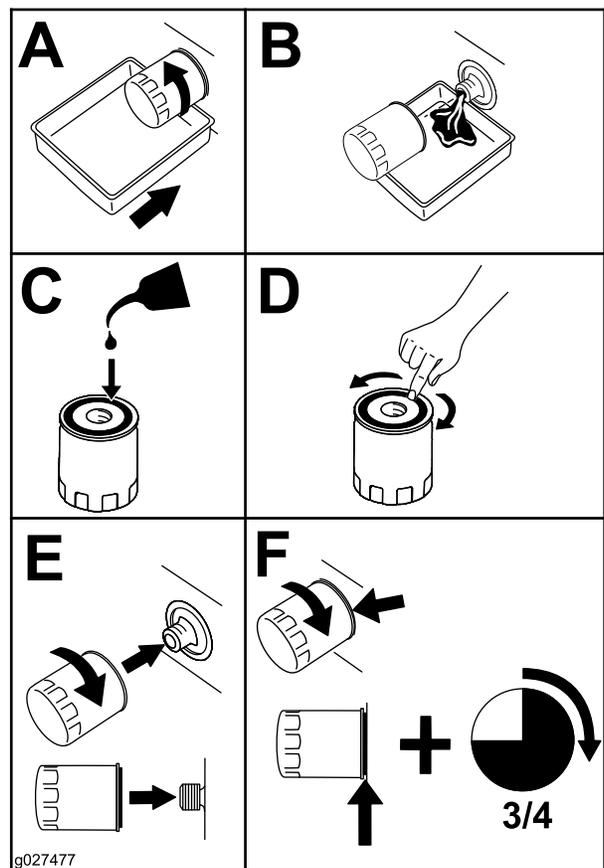

Figuur 43
4. Laat de olie uit de motor lopen (Figuur 43).